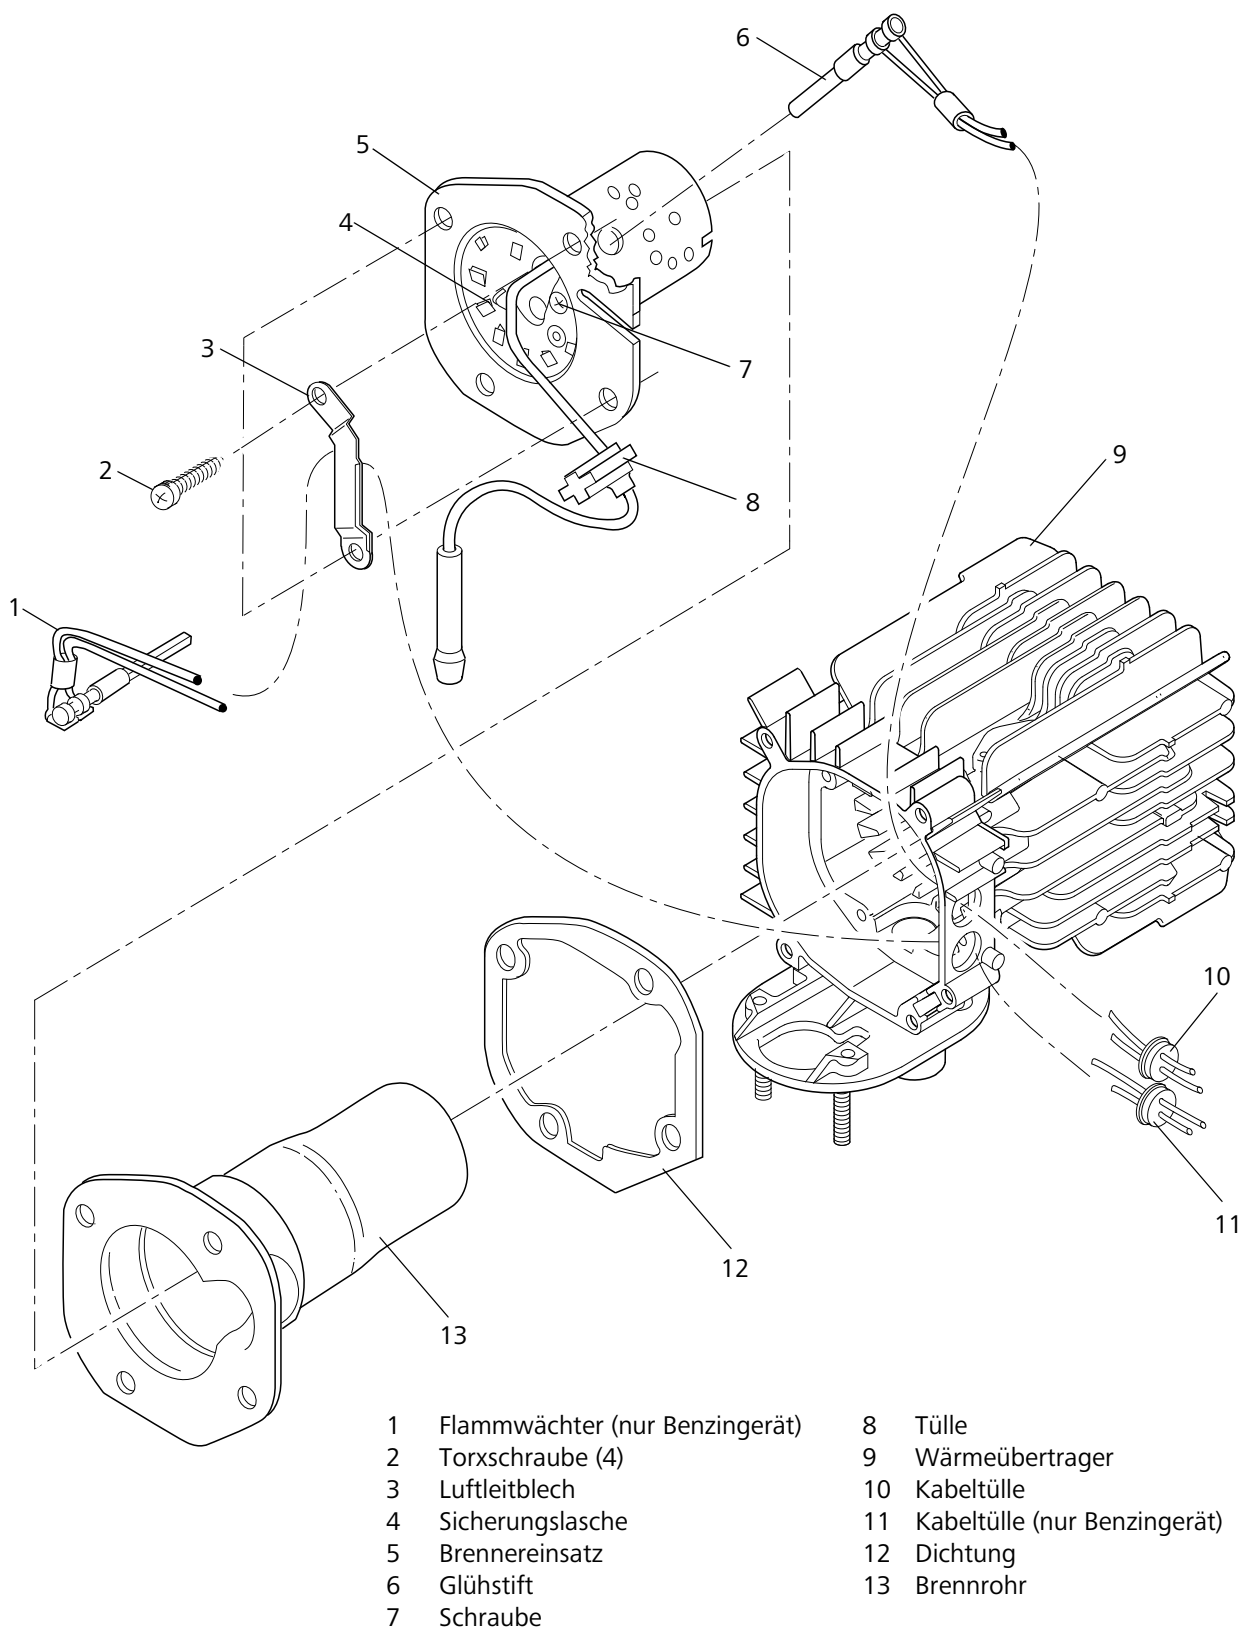

Abb. 904 Wechsel des Glühstifts, des Flammwächters, des Brenneinsatzes und des Wärmeübertragers
1. Flammwächter (1, Abb. 904) unter der Brennstoffleitung durchschieben, Stecker durch die Bohrung im Wärmeübertrager (9) führen und Kabeltülle (11) von innen in den Wärmeübertrager (9) eindrücken.
2. Kabel mit Kabelschutzhülle durch die Sicherungsglasche (4) führen und Flammwächter (1) in den Brenneinsatz (5) einsetzen.
3. Sicherungsglasche (4) wieder zusammendrücken.
4. Luftleitblech (3) mit Schrauben (2) befestigen.
5. Schrauben (2) mit  $6 \pm 0,6$  Nm anziehen.
5. Kabeltülle (10, Abb. 904) nach innen aus dem Wärmeübertrager (9) herausdrücken.
6. Vier Schrauben (2) und Luftleitblech (3) entfernen.
1. Neue Dichtung (12, Abb. 904) in den Wärmeübertrager (9) einsetzen und Brennrohr (13) in Zusammenbauung bringen.
2. Sicherstellen, dass die Startluftbohrung im Brenneinsatz (5) frei ist.
8. Brenneinsatz (5, Abb. 904) entfernen.
9. Brennrrohr (13) und Dichtung (12) aus dem Wärmeübertrager (9) herausziehen und Dichtung (12) aussondern.
1. Neue Dichtung (12, Abb. 904) in den Wärmeübertrager (9) einsetzen und Brennrrohr (13) in Zusammenbaulage bringen.